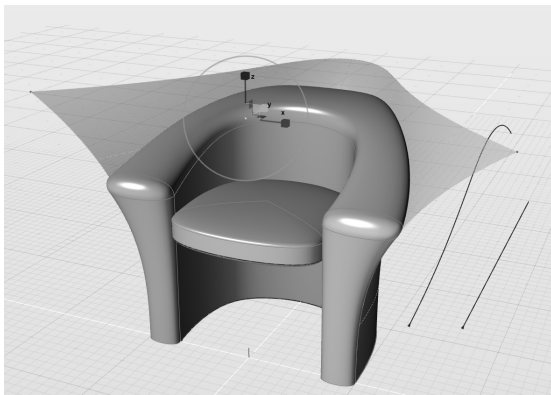

图 5-109 沿 X 轴缩放两个控制点
6) 按快捷键〈R〉激活“缩放”工具, 单独控制 X 方向操纵杆, 使曲面沿 X 轴缩放, 如图 5-109 所示。此操作可控制座椅扶手部分的造型重塑, 随后退出缩放操作。